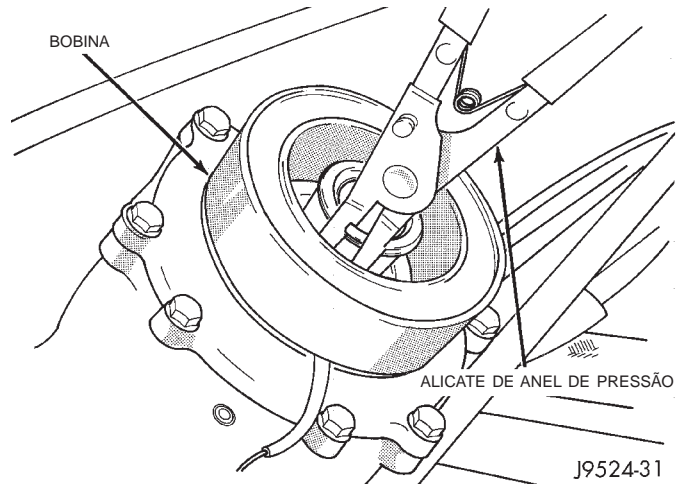

Fig. 27 Remoção do Anel de Pressão da Bobina de Campo do Acoplador
(13) Retire o anel de pressão do cubo do compressor e retire a bobina de campo do acoplador (Fig. 27). Deslize a bobina de campo do acoplador para fora do cubo do compressor.